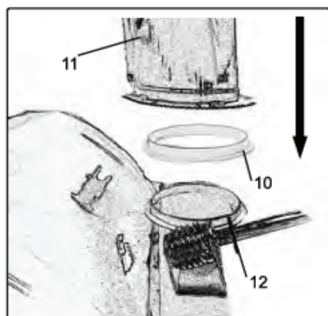
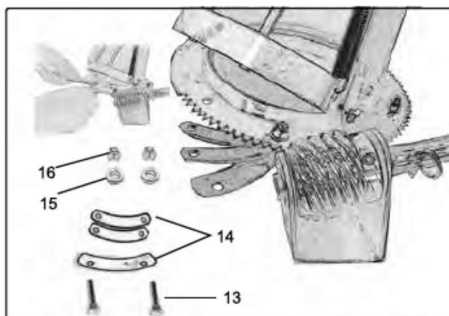

Рис. 5
Рис. 6
- Для установки желоба разместите пластиковое кольцо желоба (рис. 5 поз. 10) под желобом (рис. 5 поз. 11) и установите его в основании корпуса желоба (рис. 5 поз. 12). Установите и затяните болтами (рис. 6 поз. 13) прижимные пластины с помощью гаек (рис. 6 поз. 16) с шайбами (рис. 6 поз. 15).